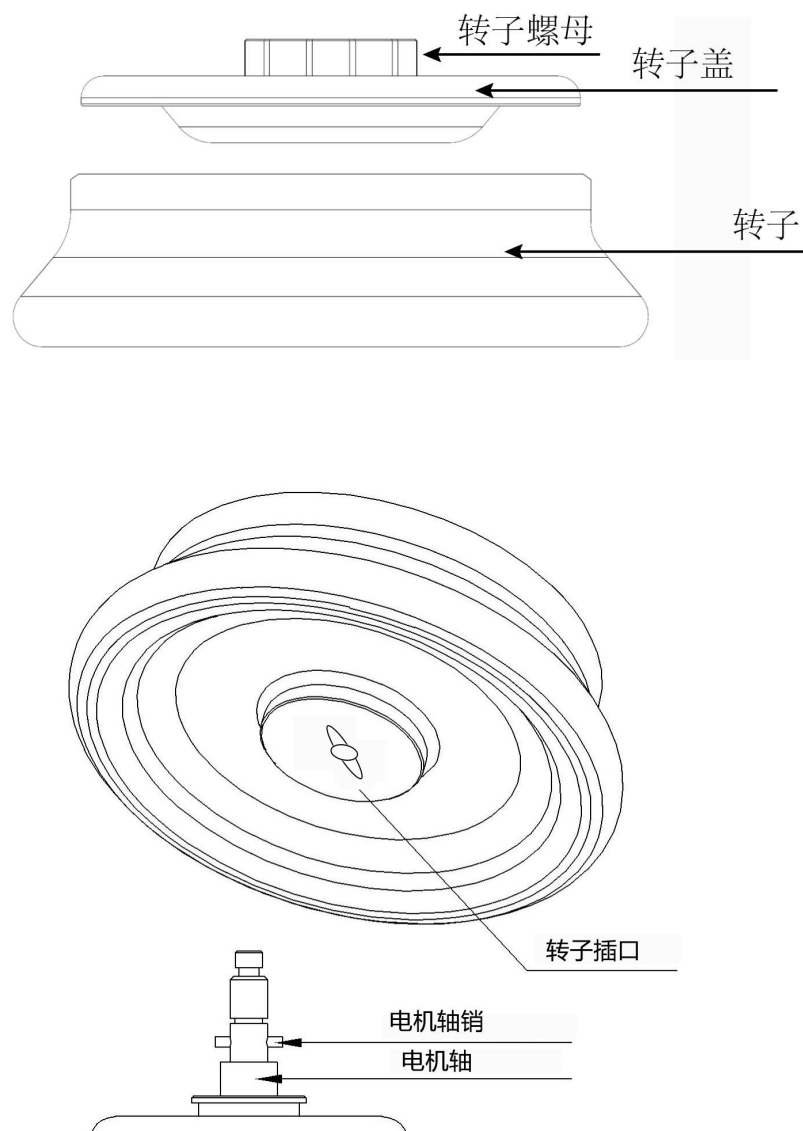
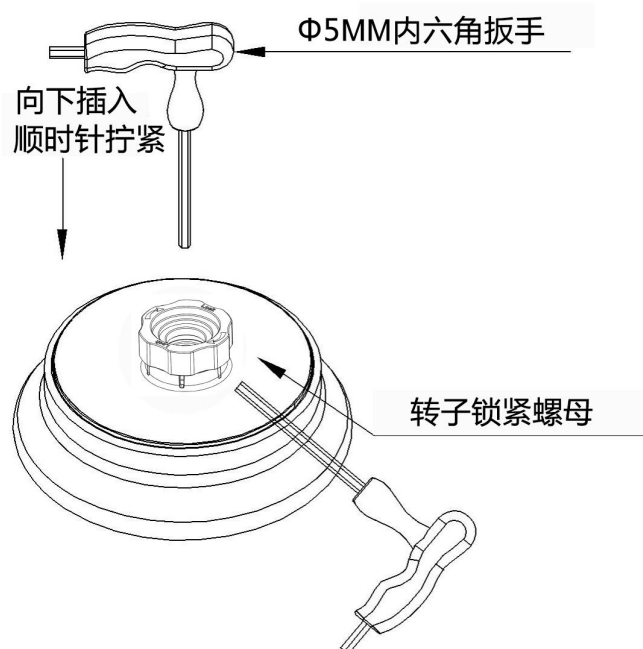

图 5：安装角转子示意图 A
图 6：安装角转子示意图 B
安装转子的步骤如下（示意如图 5、图 6）
- 如图 5 所示位置，将图 5 中的 A 点转子槽方向对准电机主轴上 B 点的转子卡槽销方向垂直套入电机主轴上，再用随机附带的内六角扳手将转子上的锁紧螺母锁紧至电机主轴上。